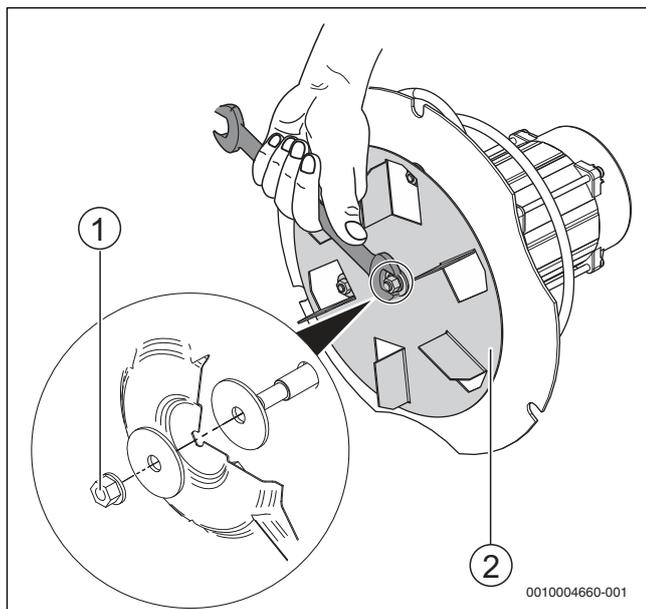

Рис. 18 Проверка посадки крыльчатки вентилятора
- ▶ Проверьте посадку крыльчатки (→ рис. 18, [2]) и при необходимости подтяните центральную гайку (**левая резьба**) [1] 10-миллиметровым гаечным ключом. Центральная гайка затягивается вращением влево.